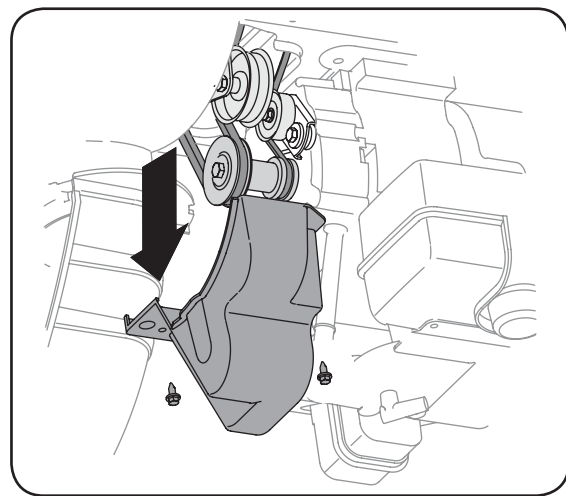

Figure 6-4
1. Retirez le couvre-courroie en plastique sur le devant du moteur en enlevant les deux vis auto-taradeuses. Voir la Figure 6-4.